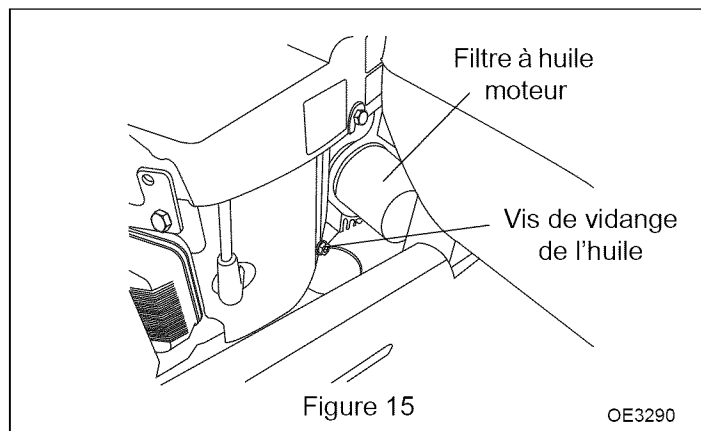

Figure 15
4. Déposer la vis de vidange, voir figure 15, et vidanger l'huile dans un récipient adéquat alors que l'huile est encore chaude.